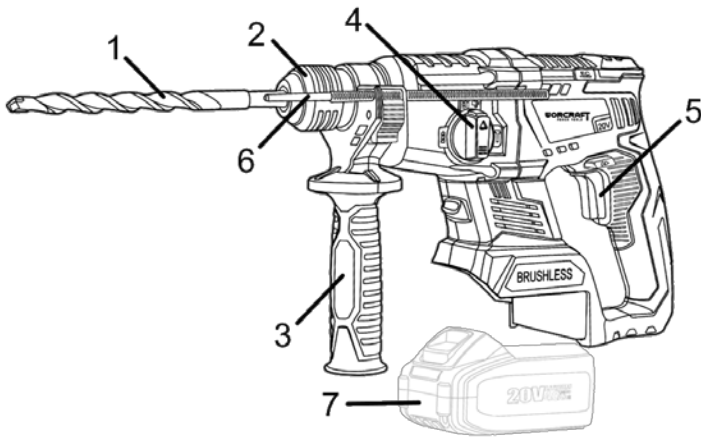

Рисунок 1
4.1 Після під'єднання акумуляторної батареї (продається окремо!), виберіть необхідний режим роботи виробу за допомогою перемикача (4) (див. рисунок 1).
Для ввімкнення виробу натисніть на пускову клавішу (5) (рис.1). Для вимкнення виробу слід клавішу відпустити.